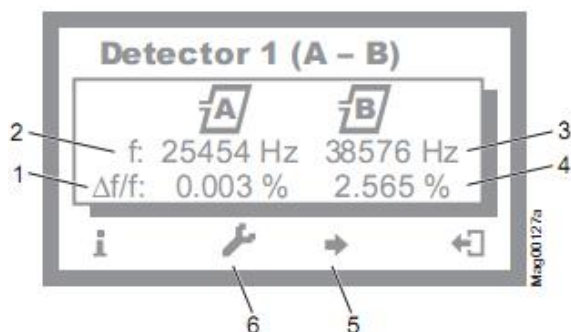

图 45: 例子“界面—检测器菜单 1(A—B)”
3. 重复按左控制按钮, 直到“检测器 1 (A—B)”菜单显示。→请参照 85 页, 图 45。